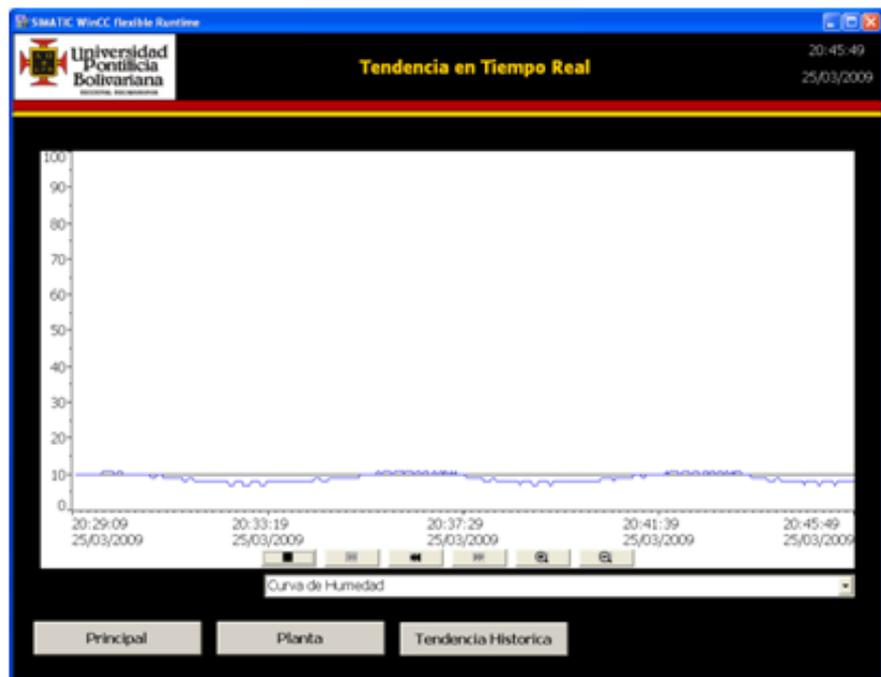

Figura 159: Curva de Humedad [17]
- **Humedad.** Se definió un Set Point de 10% HR para esta prueba representado por la línea negra. La línea azul representa el estado de la señal de humedad de la semilla en la tolva. (Ver figura 159)